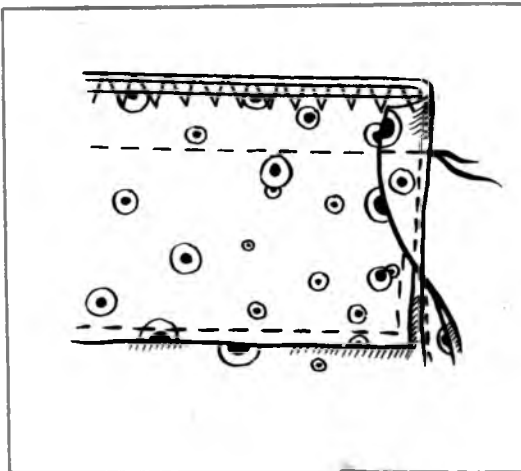

Рис. 69.
- обе планки застежки наложите на манжету так, чтобы манжета находилась между планками и рукавом (рис. 69), а появившуюся слабину рукава уберите в складочки или подтяните нитку, с помощью которой выполнена сборка по низу рукава;